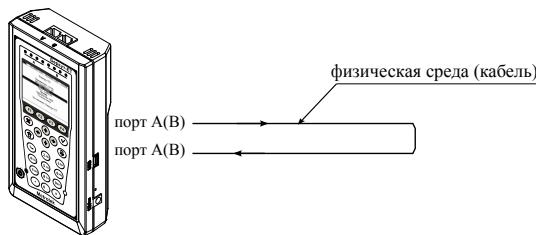
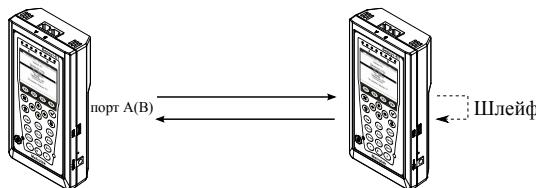

Рис. 7.93. Тестирование на физическом уровне (вариант 1)
Рис. 7.94. Тестирование на физическом уровне (вариант 2)
На **физическом уровне** данные отправляются частями с определённым межкадровым интервалом (IFG — Interframe Gap). В этом случае тестируемое проводится с порта A (B) на порт B (A) (см. рис. 7.93) или используется функция «Шлейф» (см. рис. 7.94).